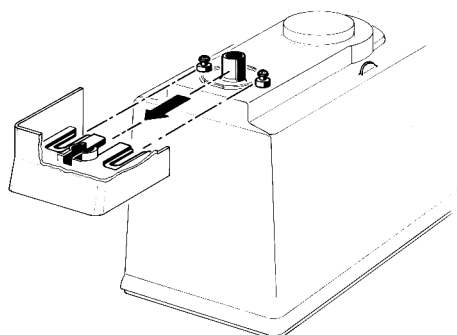

figure 8
2 - Enlever le réservoir de l'appareil et le retourner. Enlever le corps du robinet de réservoir (voir figure 8).
- Raccrocher le corps du robinet au réservoir avec des opérations inverses aux précédentes DESCRITTE au chapitre 5.3.2.2. LIGNES HT11 - HT20 AVEC ROBINET EN INOX À GRAVITÉ (voir figure 8).